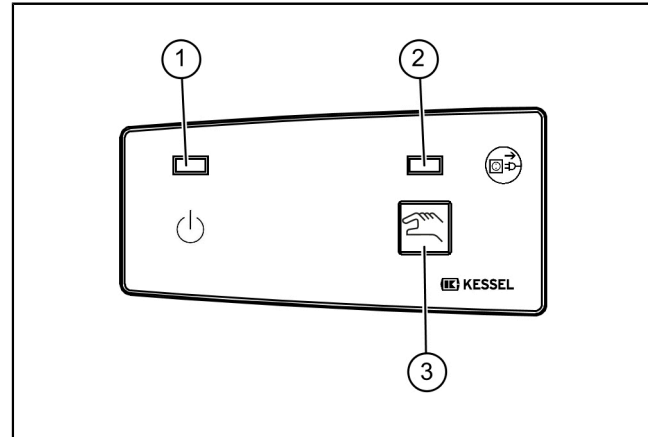

Abb. 8: Übersicht Anzeigen
Ist ein Zustand aufgetreten, der einen Alarm auslöst, leuchtet die Alarm-LED (2) und ggf. eine der anderen LEDs. Nach Beseitigung der Alarm-Ursache, kann der Alarm durch Drücken der Taste (5) quittiert werden (siehe "Abb. 8: Übersicht Anzeigen", Seite 19).